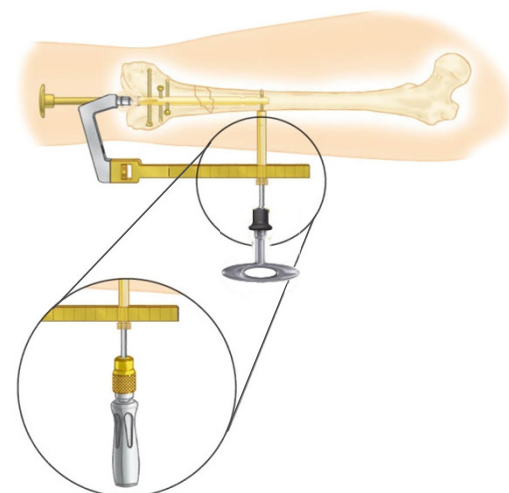

図22
1. 選択した長さのφ5.0mmロープロファイルキャプチャードスクリーをHEXドライバーミディアム（7163-1066）で挿入します（図22）。